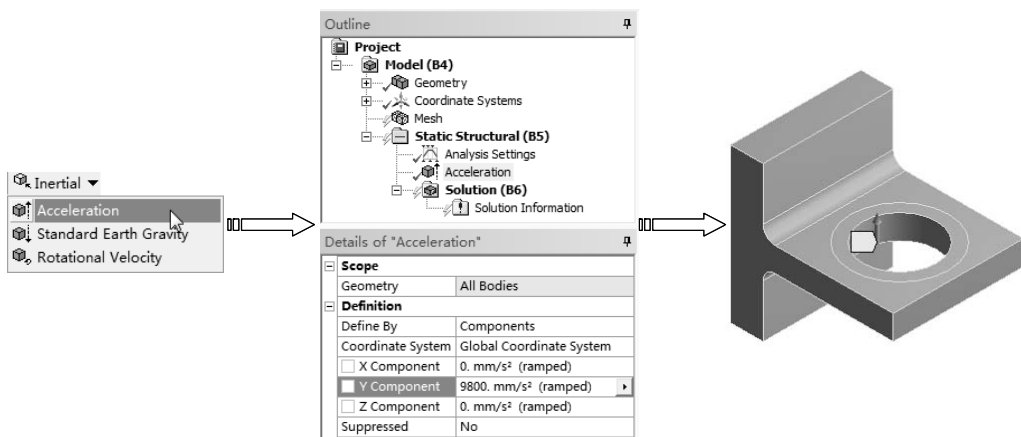

图 5-16 加速度
(1) 惯性载荷
- ✧ **Acceleration (加速度)：**加速度以长度比上时间的平方为单位作用在整个模型上。由于加速度施加到系统上，惯性将阻止速度所产生的变化，因此惯性力的方向与所施加的加速度方向相反。加速度可通过定义分量或矢量进行施加，如图 5-16 所示。